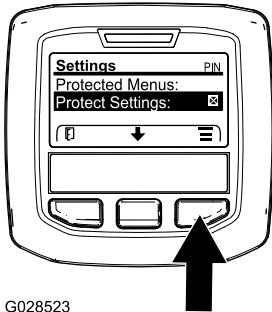

図 25
1. MAINメインメニューから中央ボタンで下へスクロールしていくとSETTINGS設定メニューがありますから、ここで右ボタンを押します 図 25。